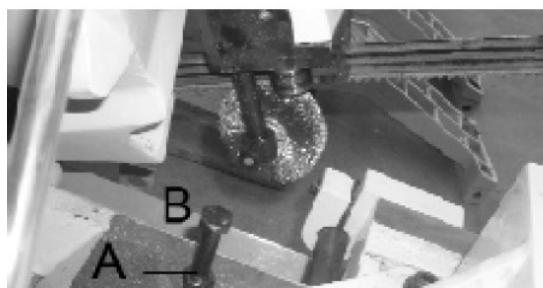

Рис. 4
При необходимости ослабить стопорную гайку (A) (рис. 4). Отрегулировать стопорный винт (B). Затем затянуть стопорную гайку (A).